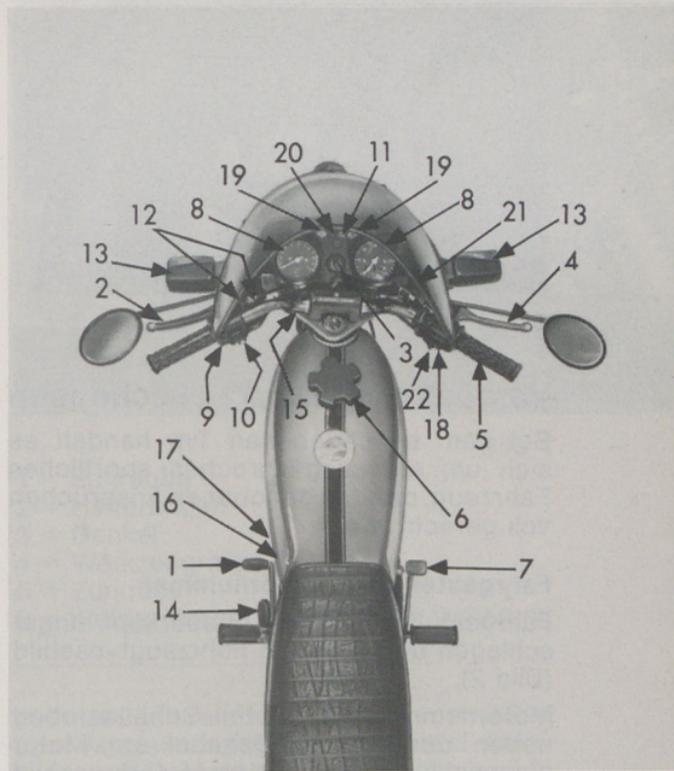
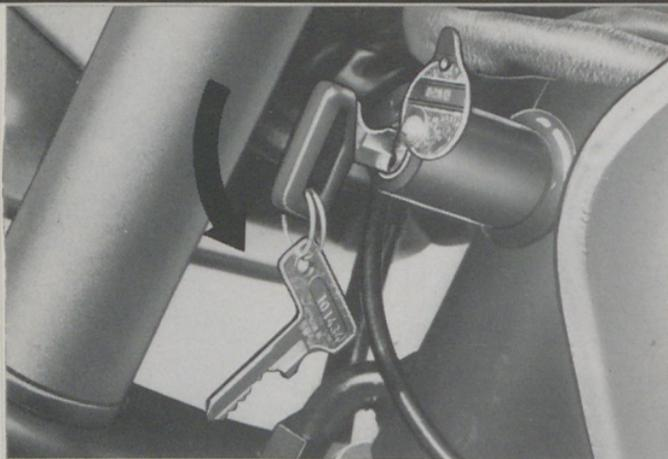

Bild 1
Bild 5
zu Bild 1
- 15 = Lenk-Sicherheitsschloß (verd., s. Bild 5)
Die Fahrzeuge sind mit einem Zündschloß (Bild 1/3 und Skizze) und mit einem Lenkschloß (Bild 5) ausgerüstet. Für beide Schlösser paßt derselbe Schlüssel.